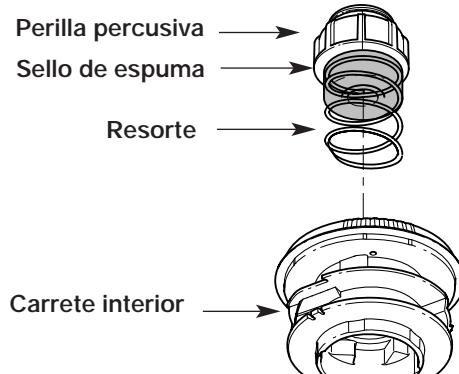

Figure 21
1. Saque la perilla percusiva, el resorte y el sello de espuma girando la perilla percusiva en sentido antihorario (Fig. 21).
7. Coloque la botón de tope, el resorte y el sello de espuma en la bobina exterior (Fig. 21).